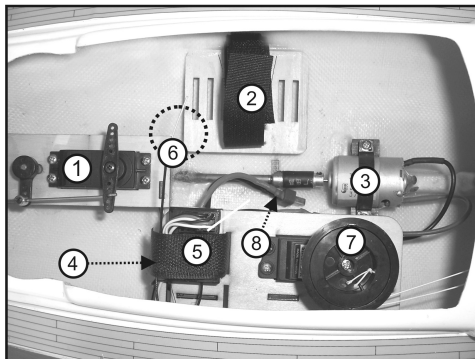

Figura 4
- Nella Figura 4 si può vedere il servocomando (1), il supporto per il pacco batteria (2), il motore (3), il regolatore di velocità (4; nascosto), il ricevitore (5), l'antenna di ricezione (6), il servocomando delle vele (7) e il connettore del regolatore di velocità (8).
- La Figura 4, Pos. 5 mostra una possibile posizione di installazione del ricevitore del telecomando. Il ricevitore può essere fissato con nastro biadesivo o una fascetta di velcro.
- L'antenna ricevente (6), ad esempio, in caso di telecomando a 2,4 GHz, può essere attaccata con un piccolo pezzo di guaina tipo Bowden in prossimità del ricevitore in modo che gli ultimi tre centimetri dell'antenna puntino verticalmente verso l'alto.
Dopo aver acceso il trasmettitore e aver installato e collegato il pacco batteria nel modello sul supporto previsto la (vedi anche Figura 4), il modello è pronto per l'uso. In questo momento il verricello non dovrebbe funzionare o cingere. Anche il motore non gira.